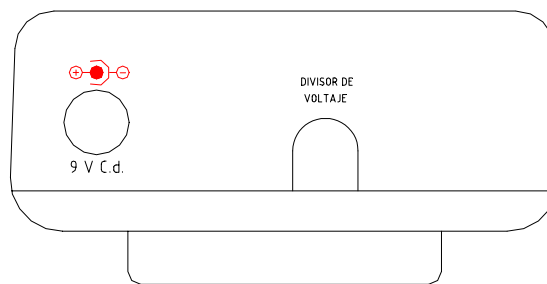

Figura 8. Vista inferior del indicador ELGA®, entrada de conectores.
- Si cuenta con el tomacorriente cercano basta con conectar el eliminador de baterías, posteriormente el conector del Twinsite® en las entradas de cada uno señaladas en la parte inferior del indicador ELGA®, ver figura 8. Y listo, ahora podrá checar su nivel de gas desde el interior de su casa. En la figura 9 podrá observar en forma general la instalación interna del indicador ELGA®.
1. Una vez instalado su indicador ELGA®, asegúrese de conectar el eliminador de baterías y el conector del Twinsite® (ver figura 8).